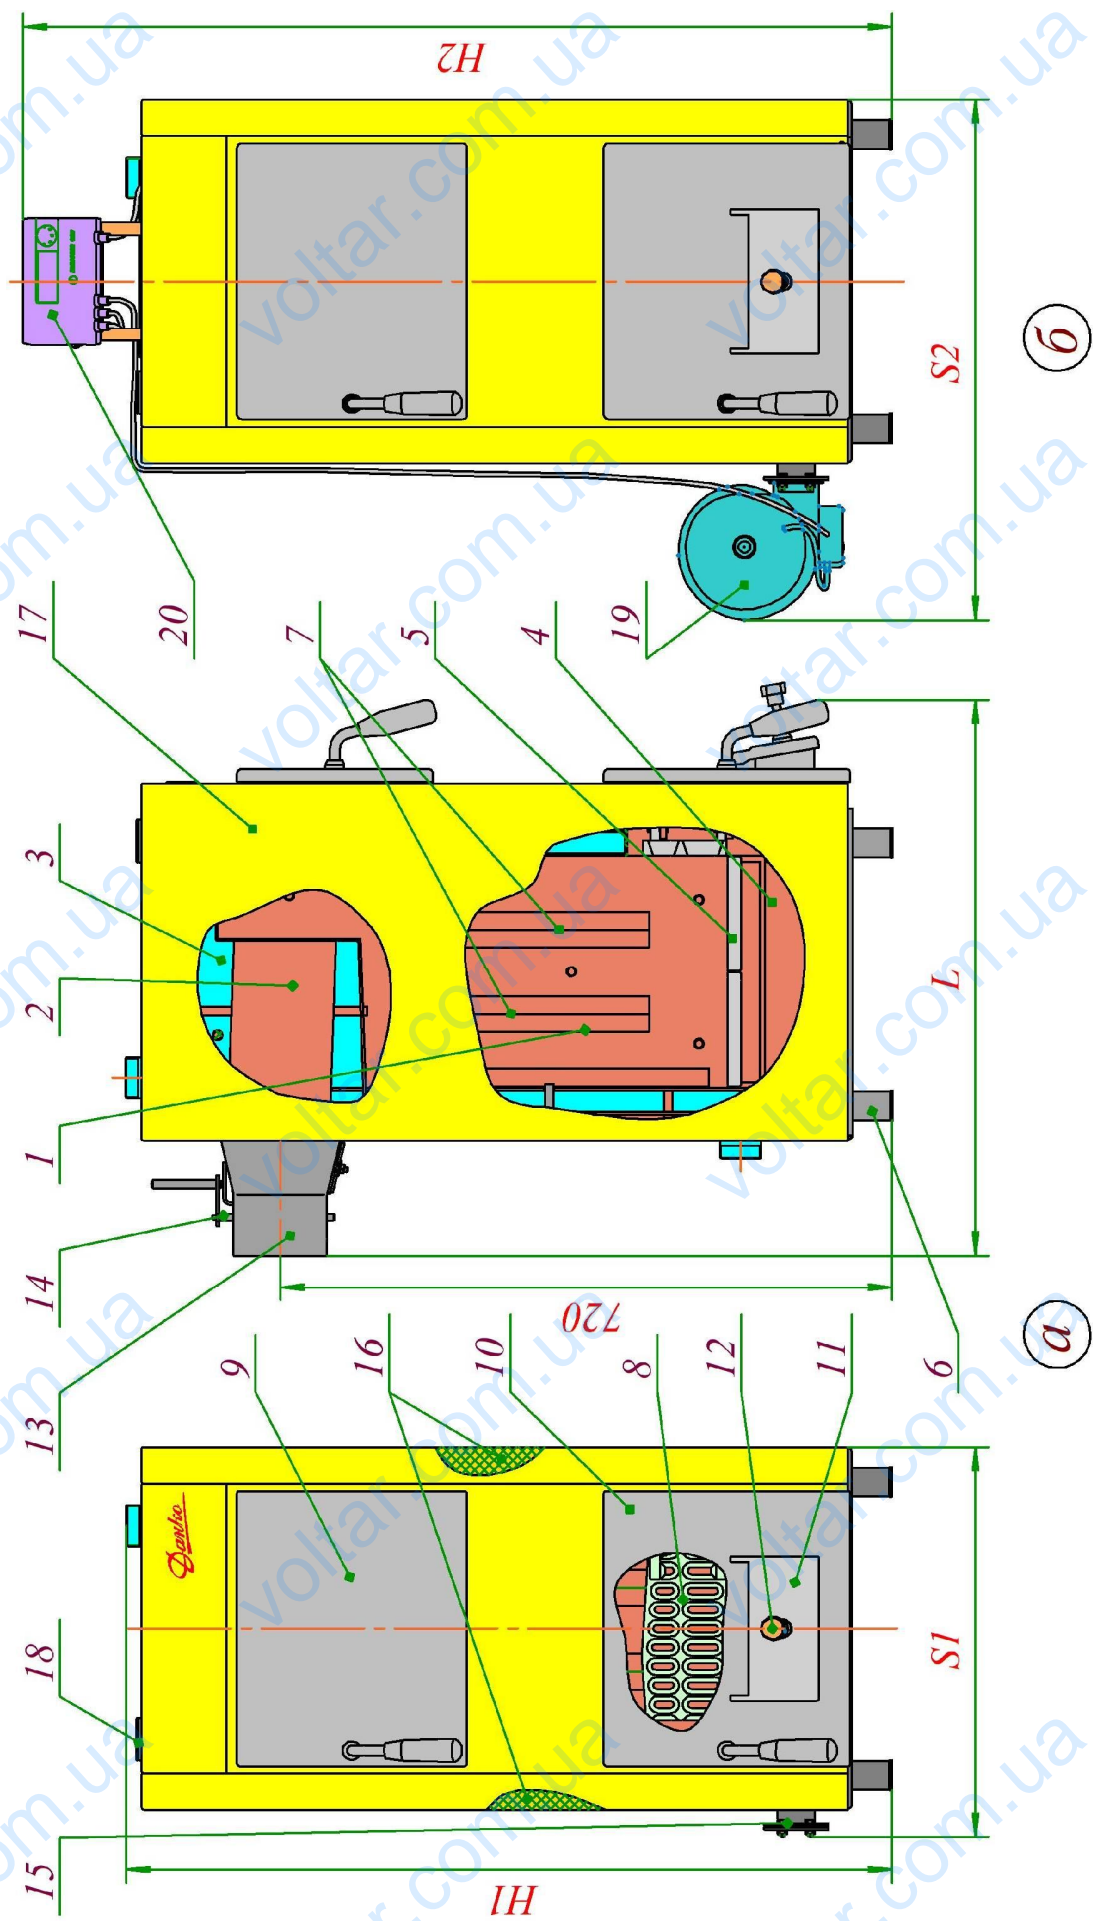

Рис. 1. Устройство котла "Данко-12,5TH(TNE)", "Данко-16TH(TNE)":
5.1. Котлы, предназначены для работы на твердом топливе. Устройство котлов показано на рис.1, 2, 3, 4.